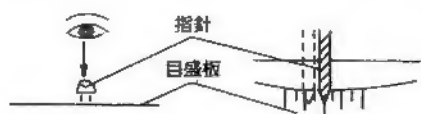

図8
- 目盛の読取りは指針の真上から見て下さい。視差がないようにして下さい。(図8)